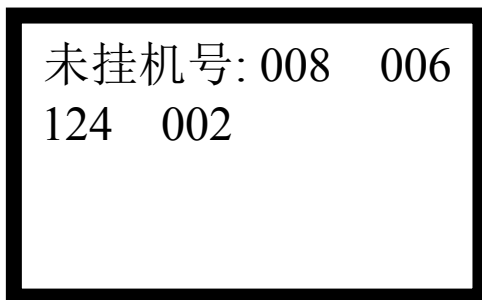

图 3-7
- ◇ 无论当前是呼出、呼入还是通话状态，只要将电话手柄放回手柄盒中，电话总机就会结束全部的呼出、呼入和通话状态。如果存在未挂机的设备，则液晶屏显示如图 3-7 的界面，提示未挂机的地址号。